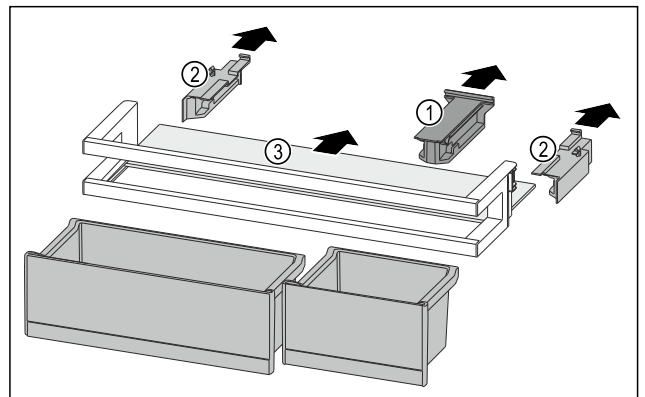

Fig. 90
- ▶ Halteteil Fig. 90 (1) abziehen.
- ▶ Seitenteile Fig. 90 (2) abziehen.
- ▶ Abstellfläche Fig. 90 (3) entnehmen.